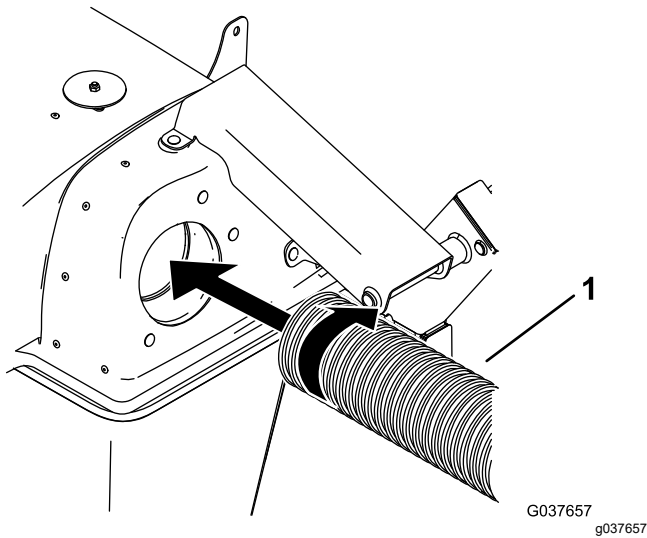

Figura 19
1. Enrosque 1 extremo de la manguera en la tapa de 2 a 3 roscas (Figura 19).